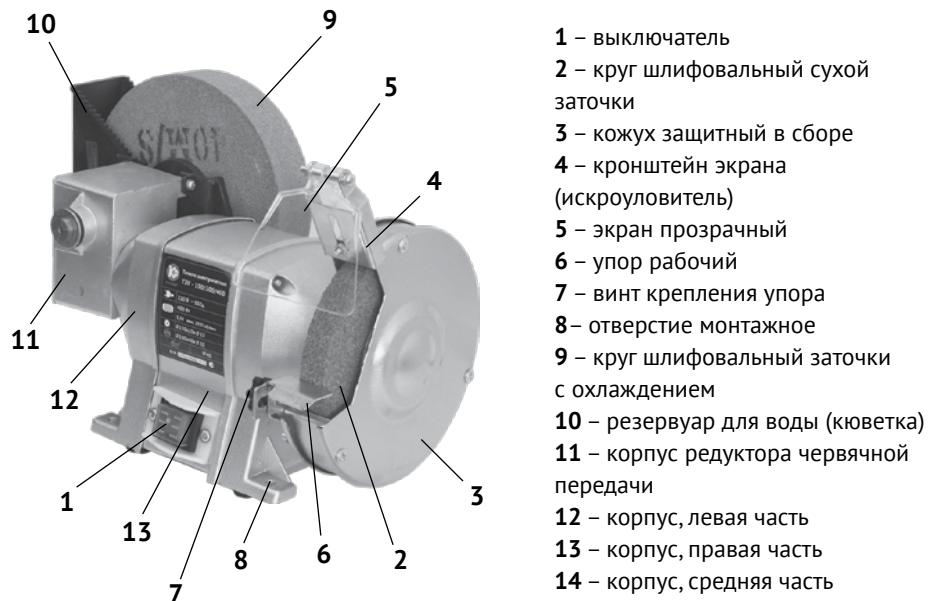
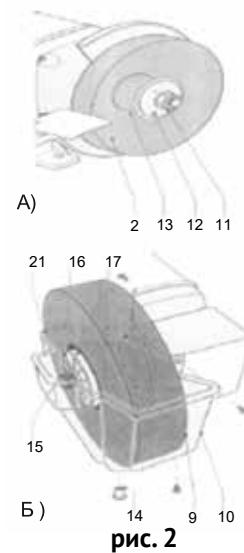
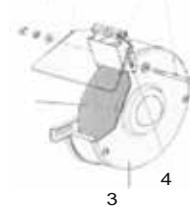

рис.1
рис. 2
рис. 3
1.6 Общий вид точила представлен на рис.1
1.7 Асинхронный двигатель точила расположен в металлическом корпусе состоящем из 3-х частей. Левая (рис.1 поз.12) и правая (рис.1 поз.13) части корпуса являются опорно-несущими для инструмента. На средней части корпуса (рис.1 поз.14), закрывающей двигатель, расположена наклейка производителя и выключатель (рис.1 поз.1). На якорь двигателя справа, между опорным и зажимным фланцами крепится шлифовальный (точильный) круг (рис.1 поз.2) для сухой заточки. Для безопасной работы на корпусе двигателя смонтирован защитный кожух (рис.1 поз.3). На кожухе закреплены: кронштейн прозрачного (защитного) экрана (рис.1 поз.4) и рабочий упор (рис.1 поз.6), обеспечивающий опору затачиваемому инструменту. К левой части корпуса двигателя крепится корпус редуктора (рис.1 поз.11) червячной передачи. Крутящий момент с якоря двигателя передаётся на вал червячной передачи, расположенный перпендикулярно оси двигателя. На вал, между опорным и зажимным фланцами, крепится шлифовальный (точильный) круг (рис.1 поз.9) для заточки с охлаждением. Круг расположен в пластиковом резервуаре (кюветке) с водой (рис.1 поз.10), закреплённом на корпусе редуктора.
1.8 Выключатель (рис.1 поз.1) расположен на средней части корпуса точила
(рис.1 поз.14). Он имеет два фиксированных положения, обозначенных символами: «1» - включено и «0» - выключено.
2.1.1 Установите точило на верстаке (рабочем столе) и закрепите винтами (саморезами), используя крепёжные отверстия (рис.1 поз.8).
2.1.2 Закрепите на кожухе, используя крепёж из комплекта поставки, рабочий упор (рис.1 поз.6) и кронштейн (рис.1 поз.4) защитного прозрачного экрана (рис.1 поз.5).
2.2.1 Замена круга сухой заточки иллюстрирует рис.2 А:
- открутив три винта, снять наружную часть защитного кожуха (рис.1 поз.3);
- открутив зажимную гайку (рис.2А поз.11), снять с ротора зажимный фланец (рис.2А поз.12) и использованный круг (рис.2А поз.2);
- очистить опорный (рис.2А поз.13) и зажимный (рис.2А поз.12) фланцы от абразивных частиц;
2.2.2 Замена круга «мокрой» заточки иллюстрирует рис.2 Б:
- слив воду из резервуара (рис.2Б поз.10), снять его с корпуса редуктора (рис.1 поз.11);
- открутив зажимную гайку (рис.2Б поз.15), снять с вала зажимный фланец (рис.2Б поз.16) и использованный круг (рис.2Б поз.9);
- очистить опорный (рис.2Б поз.17) и зажимный фланцы;
2.2.3 Регулировка кронштейна экрана - искроуловителя (см. рис.3)
Экран прозрачный (рис.1 поз.5) защищает глаза и руки
оператора от искр, летящих от затачиваемого инструмента. Всегда используйте его при работе. При первоначальной установке и по мере износа шлифовального круга сухой заточки, периодически проводите регулировку установки кронштейна экрана (рис. 3 поз.4). Кронштейн экрана (искроуловитель) устанавливается на минимальном расстоянии от поверхности круга (2 мм). Это позволяет задерживать абразивные частицы, отлетающие от круга в сторону оператора.
- ослабить крепление кронштейна экрана (гайка – поз19 и винт – поз18 рис.3);
- сдвинуть на минимальное (2 мм) расстояние нижнюю кромку кронштейна (рис.3 поз.4) от поверхности круга (рис.3 поз.2);
- закрепить кронштейн в нужном положении винтом (рис.3 поз.18);
- установив прозрачный экран (рис.1 поз.5) в нужном положении, зафиксировать его гайкой (рис.3 поз.20).
Для компенсации износа шлифовального круга необходимо периодически производить регулировку рабочего упора (рис.1 поз.6):
- ослабить винты крепления упора (рис.1 поз.7);
2.2.6 Рекомендации при заточке с охлаждением (см. рис.2Б)
Мелкозернистый круг (рис.2Б поз.9) предназначен для окончательной «доводки» затачиваемого инструмента.
- перед началом работы проверить, закрыто-ли сливное отверстие кюветки пробкой (рис.2Б поз.14);
- заполнить кюветку (рис.2Б поз.10) водой до погружения нижнего края круга минимум на 2 см.;
- по окончании работы слить воду, открыв пробку (рис.2Б поз.14), промыть резервуар.